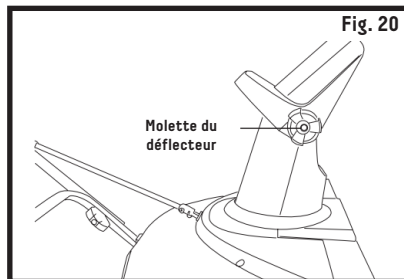

Fig. 20
2. Le déflecteur de la goulotte au sommet de la goulotte d'éjection détermine la hauteur du flux de neige. Desserrez la molette pour lever ou baisser le déflecteur à la hauteur d'éjection de la neige souhaitée. Serrez la molette pour fixer le déflecteur (fig. 20).
- Ne serrez pas excessivement les molettes du déflecteur de la goulotte (fig. 20).